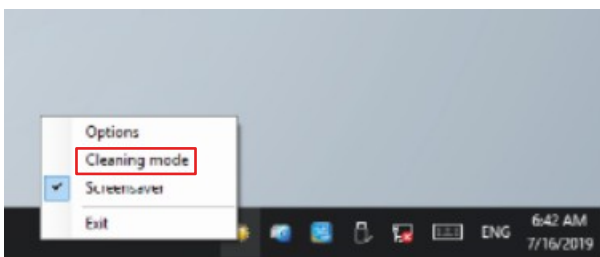

Abb. 46: CP39xx-14xx-0010_Auswahl Cleaning Mode
3. Wählen Sie den „Cleaning Mode“ aus (siehe Abb. 46).